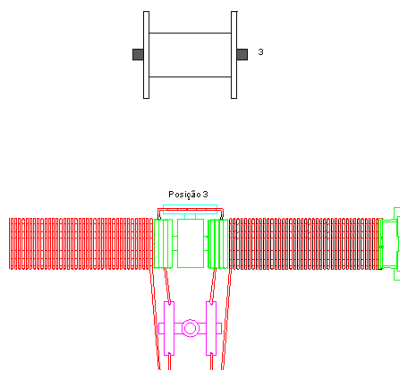

Figura 18 - Posição final do cabo de aço sobre a polia compensadora
- Ao término da transferência, posicionar o cabo de aço na polia compensadora (Posição 3) localizada na estrutura do carro guincho (Ver Figura 18);